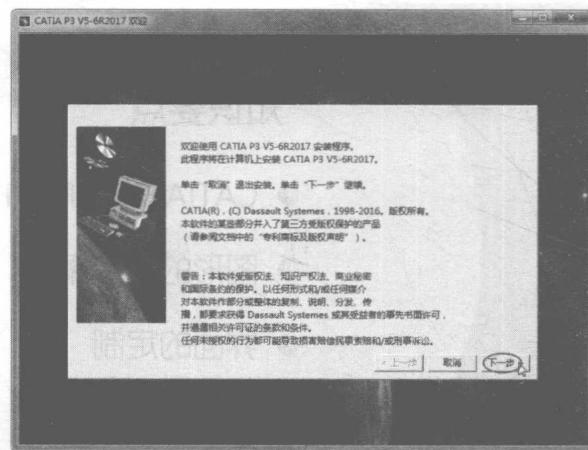

图 1-1 CATIA 安装界面窗口
- 01 在 CATIA V5-6R2017 安装光盘中启动 setup.exe，系统弹出 CATIA V5-6R2017 的安装界面窗口，如图 1-1 所示。